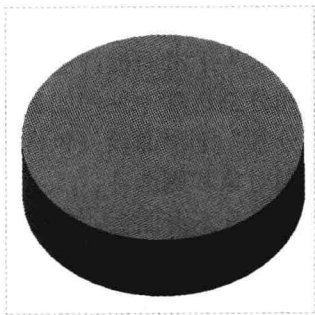

图 6-16 图形文件
Step 01 按【Ctrl+O】组合键，打开图形文件，如图 6-16 所示。